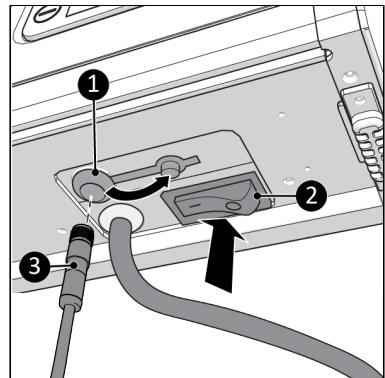

Abbildung 44.
1. Stellen Sie sicher, dass sich der EIN/AUS-Schalter in der AUS-Position befindet (Abbildung 44, Pos. 2).
2. Verbinden Sie den Stecker des externen Temperatursensors (Abbildung 44, pos. 3) mit dem Sensorstecker (Abbildung 44, pos. 1).